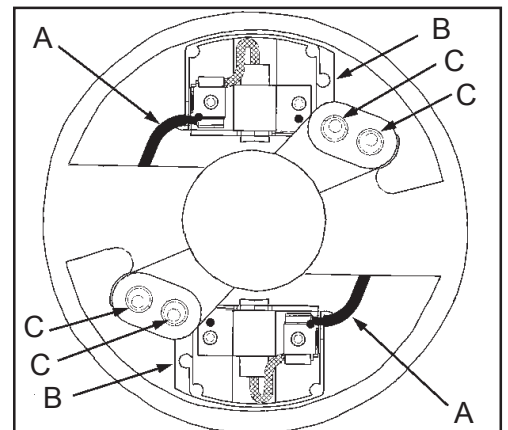

Figura 13
3. Para reemplazar las escobillas, desconecte el cable flexible aislado (A) del soporte de las escobillas (B). Luego extraiga los dos tornillos y arandelas (C) que sujetan el soporte al alojamiento del motor. Consulte la figura 13.